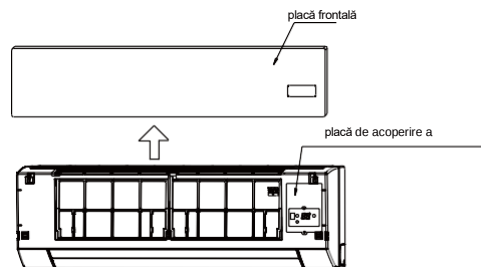

Fig. 7-1
- Scoateți placa frontală, apoi demontați placa de acoperire a afișajului (consultați Fig 7-1).